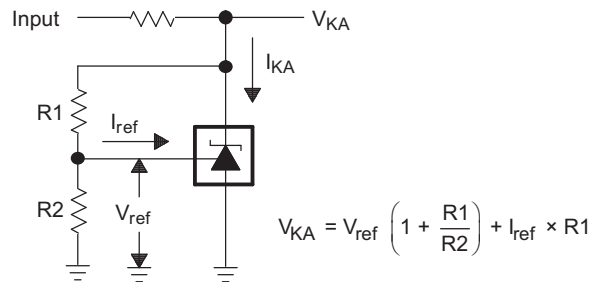

图 18. 针对  $V_{KA} > V_{ref}$  的测试电路
| $\Delta V_{ref} / \Delta V_{KA}$ | 基准电压变化与阴极电压变化之比                 | 请参阅 图 18 | $I_{KA} = 1\text{mA}$                                           | $\Delta V_{KA} = 10\text{V} - V_{ref}$    | -1.4 | -2.7 |      | mV/V          |
| $I_{ref}$                        | 基准输入电流                          | 请参阅 图 18 | $I_{KA} = 1\text{mA}$ , $R1 = 10\text{k}\Omega$ , $R2 = \infty$ |                                           | 0.2  | 0.4  |      | $\mu\text{A}$ |
| $I_{I(dev)}$                     | 整个温度范围内的基准输入电流偏差 (1) | 请参阅 图 18 | $I_{KA} = 1\text{mA}$ , $R1 = 10\text{k}\Omega$ , $R2 = \infty$ |                                           | 0.1  | 0.3  |      | $\mu\text{A}$ |
动态阻抗被定义为： $|Z_{KA}| = \frac{\Delta V_{KA}}{\Delta I_{KA}}$ 。当器件在配备两个外部电阻器的情况下运行时（参见图 18），电路的总动态阻抗为： $|Z| = \frac{\Delta V}{\Delta I}$ ，约等于  $|Z_{KA}| \left(1 + \frac{R1}{R2}\right)$ 。